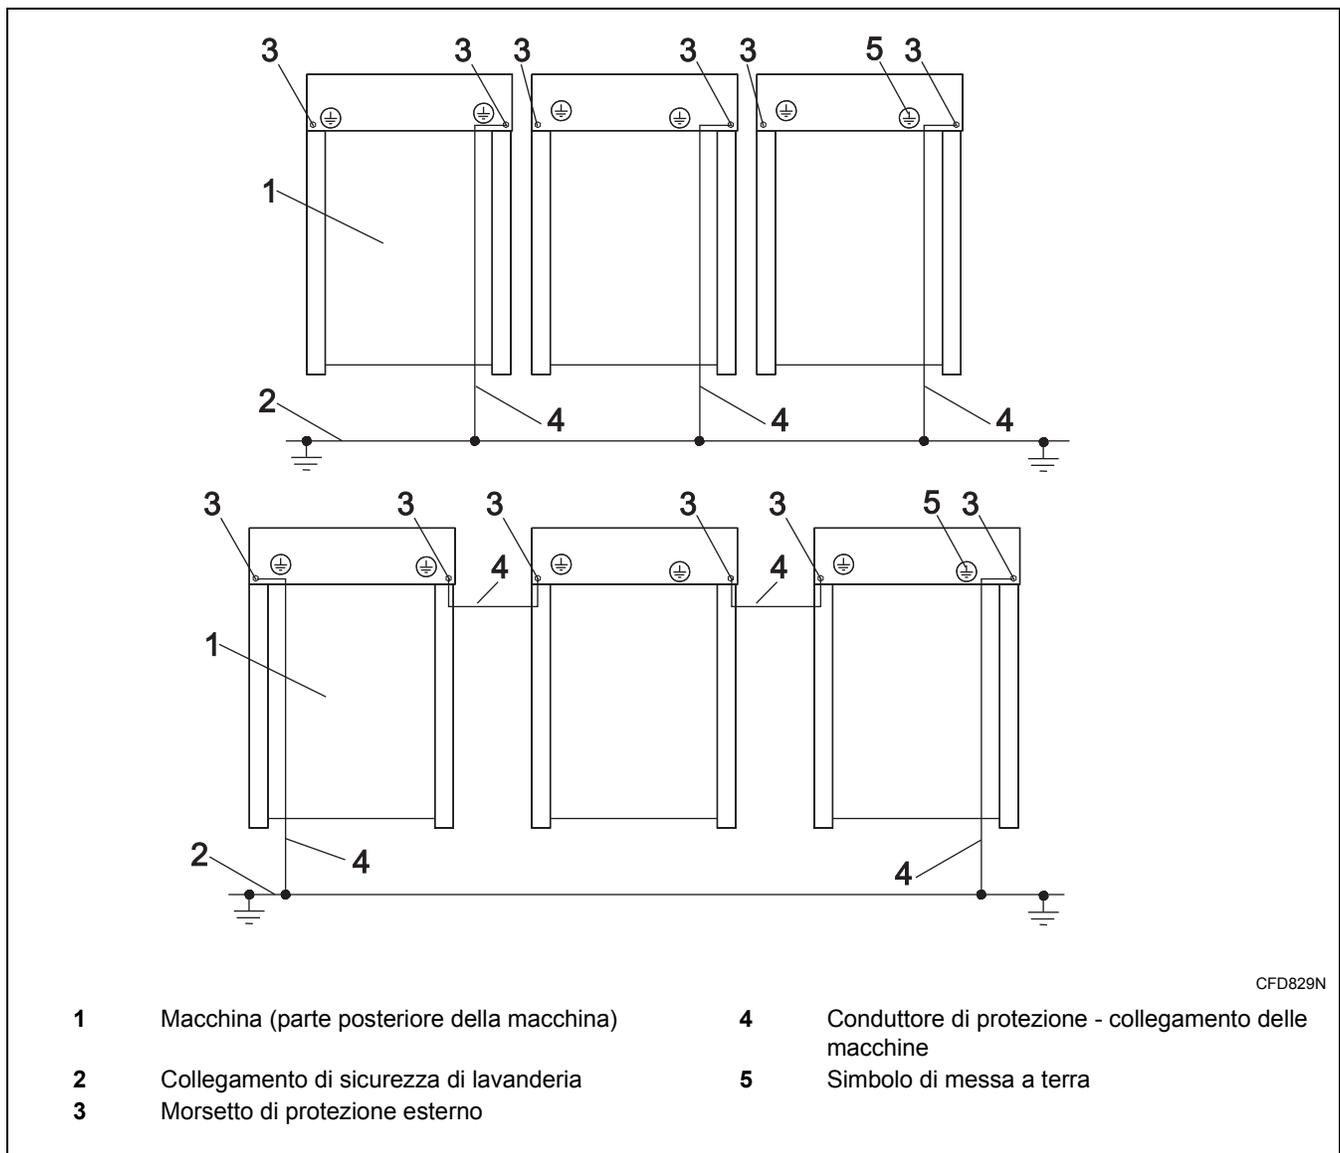

Figura 8
posizionata sulla parte posteriore della macchina (Figura 8, pos.3). La sezione minima del filo conduttore di protezione dipende dalla sezione dei fili conduttori del cavo in entrata. Lo potete trovare nella *Tabella 6*. Anche se la sezione del cavo di alimentazione é piú piccolo di 4mm², consigliamo di mettere filo con sezione minima almeno 6mm².